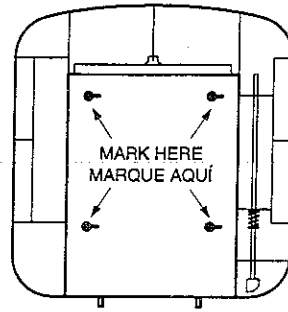
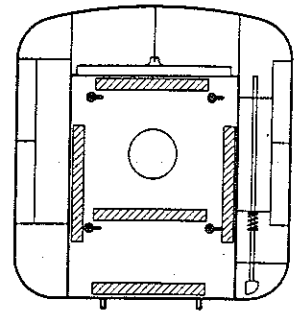

Figura 3
Figura 4
2. Con la puerta de la distribuidora abierta, marque en la pared las cuatro (4) ranuras de montaje como se muestra en la figura 3.
3. Perfore cuatro (4) agujeros de 5/16" de diámetro en las ubicaciones marcadas. La profundidad debe ser 1 1/2 veces la longitud del anclaje **ALLIGATOR**®.
6. Instale la distribuidora en los cuatro (4) tornillos y asegúrese que calce correctamente. Ajústela como sea necesario.
7. Saque la distribuidora y ponga la cinta adhesiva por ambos lados en el respaldo de la distribuidora como muestra en la figura 4.
8. Saque el forro de la cinta y coloque nuevamente la distribuidora en los cuatro (4) tornillos. Empuje la distribuidora hasta que quede bien firme en la pared.
9. Apriete los cuatro (4) tornillos hasta que queden al ras de la pared.